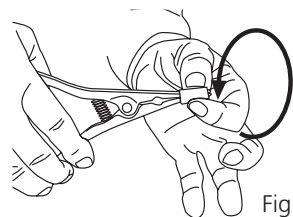

Figure 9
2) Élargir lentement la pince écarteuse et presser à maintes reprises en exerçant de la pression et en s'arrêtant quelques instants à chaque ouverture. Répéter l'opération plusieurs fois en tournant l'adaptateur en élastomère (Figure 9) jusqu'à obtenir une dilatation uniforme.